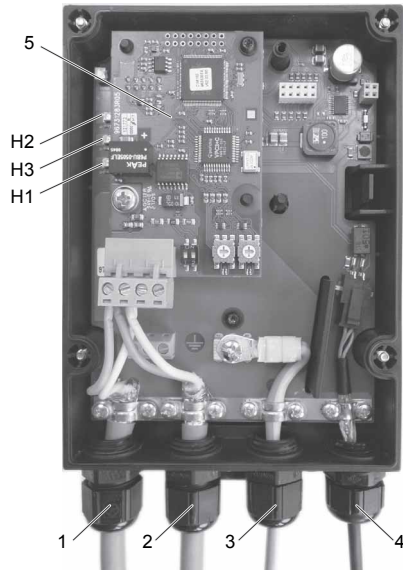

Abb. 1 Übersicht E-Box
**Spannungsversorgung der E-Box: 30 VDC von der DDA-Pumpe. Siehe Abb. 1, Pos. 4.**
*Um eine stabile und zuverlässige Kommunikation zu gewährleisten, muss der Kabelschirm für die GENbus-Verbindung an die Erdungsschelle angeschlossen sein. Dies ist so von Grundfos vormontiert. Siehe Abb. 1, Pos. 4.*